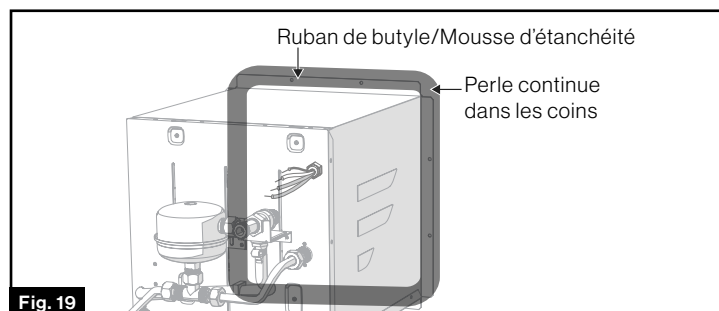

Fig. 19
- Appliquez un matériau d'étanchéité adéquat, par exemple du ruban butyle ou de la mousse d'étanchéité (largeur recommandée : 1 po, non fourni), autour de toute la zone de la bride arrière et des trous. (Fig. 19) Centrez uniformément le chauffe-eau dans le cadre. Poussez le chauffe-eau vers l'arrière jusqu'à ce que la bride soit contre le cadre.